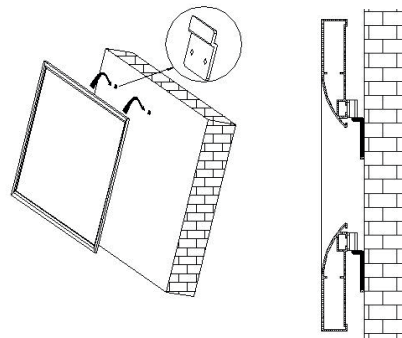

Abb. 16
4. Hängen Sie die Leinwand gemäß Abb. 16 auf die Winkel.